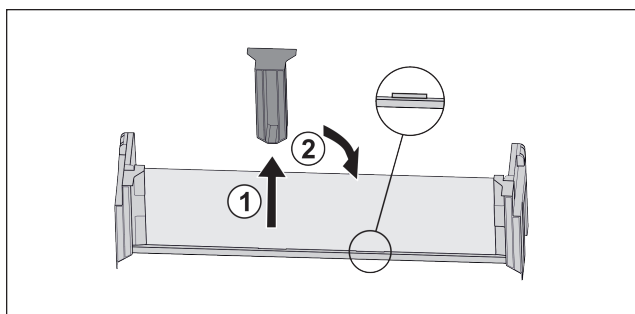

Fig. 17
- ▶ Изтеглете средната задържаща част Fig. 17 (1).
- ▶ Вкарайте средната задържаща част на втората позиция Fig. 17 (2).